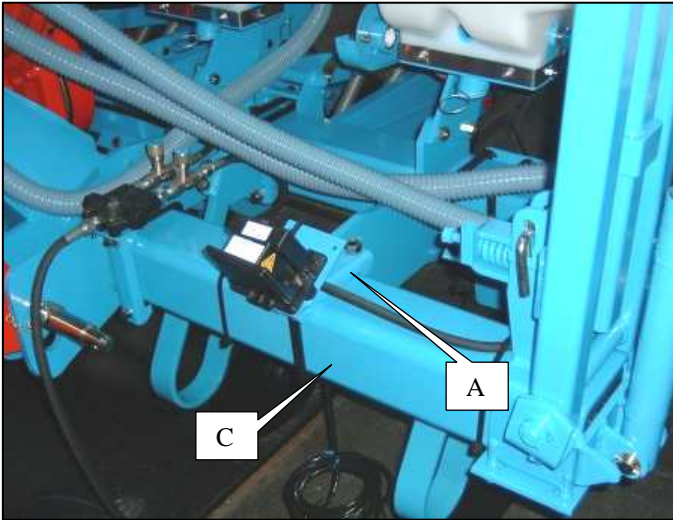
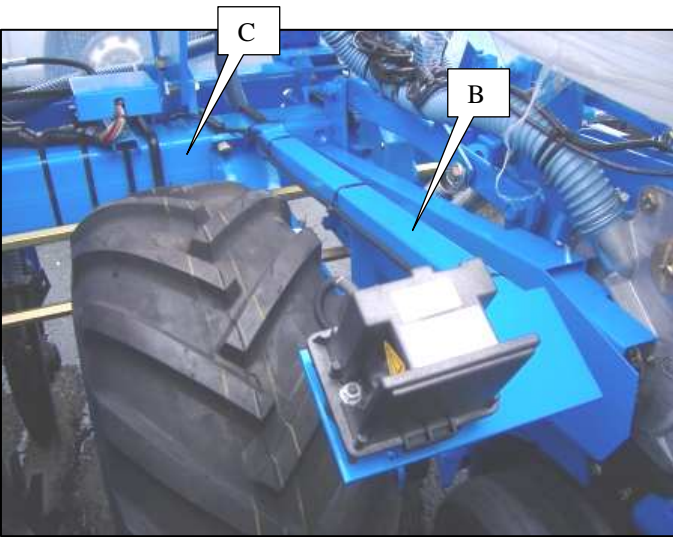

Fig. 1
Fig. 2
- Ajustar la posición del captador con las dos tuercas de bloqueo A (fig. 2) de tal manera que **el extremo del captador se encuentre a una distancia de 2 mm de la arista del árbol hexagonal.**
-**Nei modelli MECA V4, MS, NC e NG+**, montare la scatola sensore E (fig. 2) sulla trave del telaio con la staffa e i chiodi forniti in dotazione.
-Aggiustare la posizione del sensore con le due viti di fissaggio A (fig. 2) in modo tale che **l'estremità del sensore si trovi a 2 mm dall'arresto dell'albero esagonale.**
Le kit de montage comprend un support de fixation sur semoir A (Fig.1) ou un support de fixation sur bloc roue B (Fig.2)
-Installer le support sur le châssis du semoir C (voir Fig.1 et 2).
The assembly kit includes a mounting A (Fig.1) or B (Fig.2).